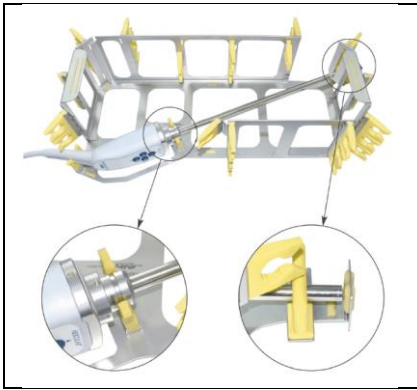

図1： 正しく収納された状態
- ▶ 本品を横向きにしてワイヤバスケットに収納する（底面に表示されている矢印の方向）。本品の前端及び後端をワイヤバスケット底面のシリコンホルダに正しく固定する（図1参照）。損傷を防止するため、本品の先端を前部のシリコンラックにフィットさせること。